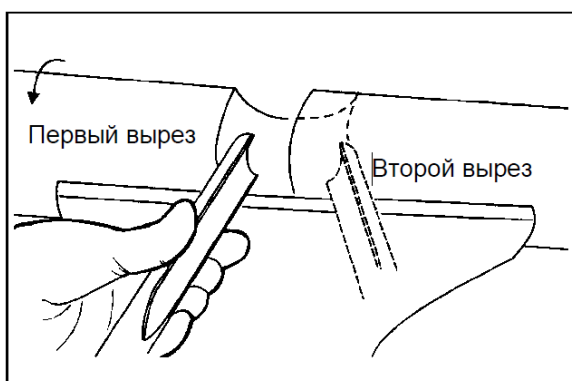

Рисунок 10-7: обработка полостей
1. Возьмите трубчатый резец. Протачивайте заготовку краем резца, повернув желоб на 90° к заготовке и двигаясь по направлению к нижней точке полости. См. рисунок 10-7. **Закончите обработку в нижней точке; попытка обработки из глубины к поверхности заготовки может привести к заклиниванию резца.**